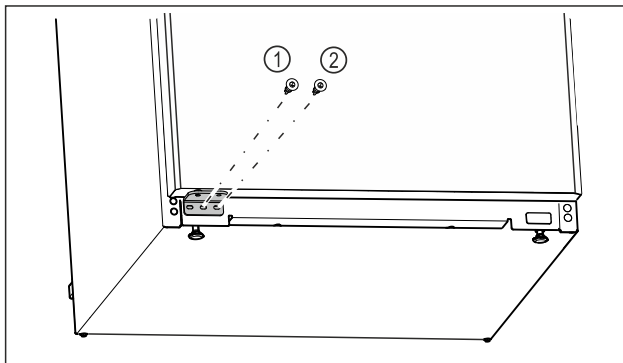

Fig. 21
- ▶ Csavarozza a helyére a csapágybak középső csavarját Fig. 21 (1) Torx 20 csavarhúzóval.
- ▶ Csavarozza a helyére a csapágybak belső csavarját Fig. 21 (2) Torx 20 csavarhúzóval.